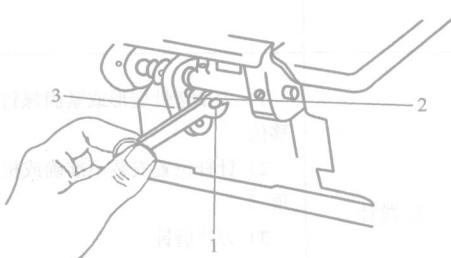

图 1-11 调节线迹长短
2) 调节线迹的长短。线迹长短可根据需要在机器的规定范围内进行调节,如图 1-11 所示。调节线迹长短时,先旋转飞轮使针杆上升到最高位置。再用扳手按逆时针方向旋松针距螺钉 1,再将针距螺钉和抬牙架连杆 2 一起,在升针架 3 的槽里移动,就可以调节线迹的长短了。将针距螺钉向上移动可调长线迹,将针距螺钉向下移动时可缩短线迹。调好线迹后将针距螺钉旋紧。